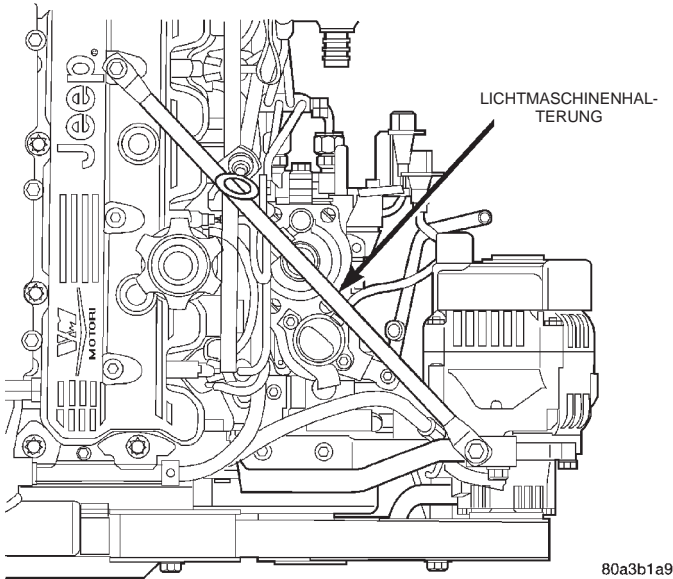

Abb. 12 Lichtmaschinenhalterung
(2) Kühlmittel ablassen (siehe hierzu Kapitel 7 "Kühlsystem").
(3) Kältemittel ablassen (je nach Ausstattung) (siehe Kapitel 24, "Heizung und Klimaanlage").
(5) Lichtmaschinenhalterung demontieren. (Abb. 12).
(6) Schlauch der Kurbelgehäuseentlüftung vom hinteren Teil des Ventildeckels abnehmen.
(7) Oberen Kühlerschlauch und Schlauch zum Kühlmittel-Ausgleichsbehälter demontieren.
(8) Kühlmittelsammler demontieren.
(9) Ventildeckel lösen und Ventildeckel anheben.